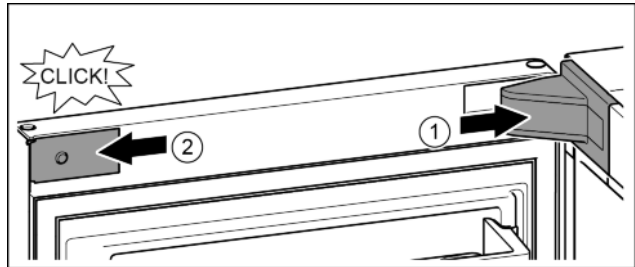

Fig. 18
- ▶ Helyezze fel és pattintsa be a csapágybak fedelét, szükség esetén óvatosan nyomja szét. Fig. 18 (1)
- ▶ Helyezze fel oldalra a lemezt, és pattintsa be. Fig. 18 (2)